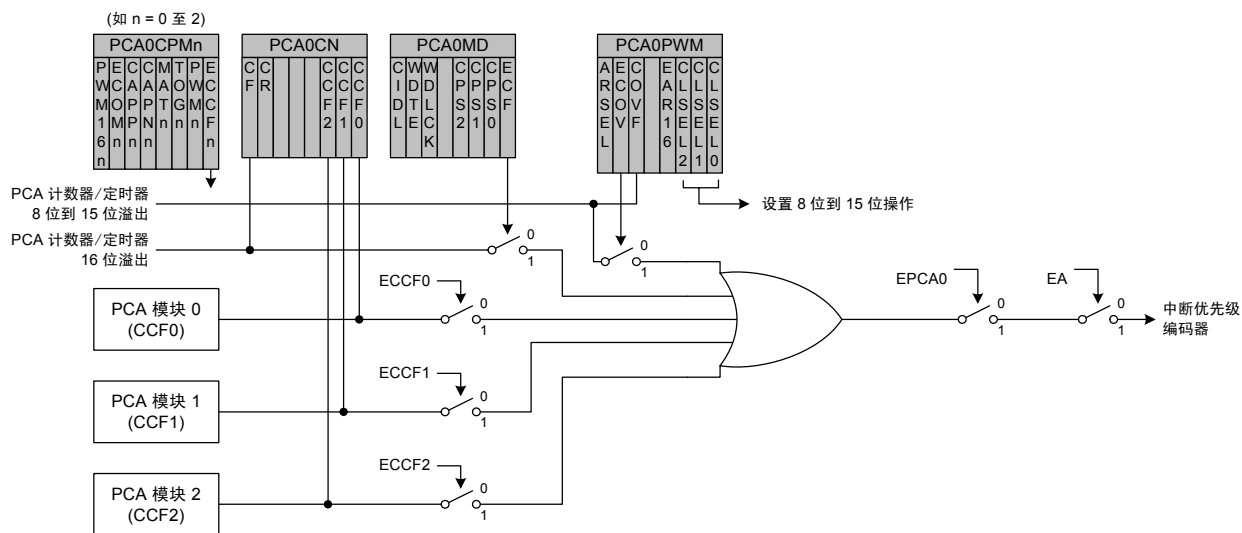

图 29.3. PCA 中断结构图
图 29.3 列示了 PCA 中断树的结构图。共有五个独立事件标志可用于产生 PCA0 中断。分别为：主 PCA 计数器溢出标志 (CF)（在 PCA0 计数器出现 16 位溢出时被设置）、中级溢出标志 (COVF)（在 PCA0 计数器从 8 位溢出到 15 位时被设置），以及每个 PCA 通道的独立标志（CCF0、CCF1 和 CCF2）（根据该模块的操作模式设置）。这些事件标志通常在触发条件发生时被设置。通过对应的中断允许标志（CF 对应 ECF，COVF 对应 ECOV，CCFn 对应 ECCFn）可独立选择每种标志用于产生 PCA0 中断。在处理器识别任何独立中断源前，必须全局允许 PCA0 中断。可通过将 IE 寄存器中的 EA 位和 EIE1 寄存器中的 EPCA0 位设置为逻辑 1 全局允许 PCA0 中断。